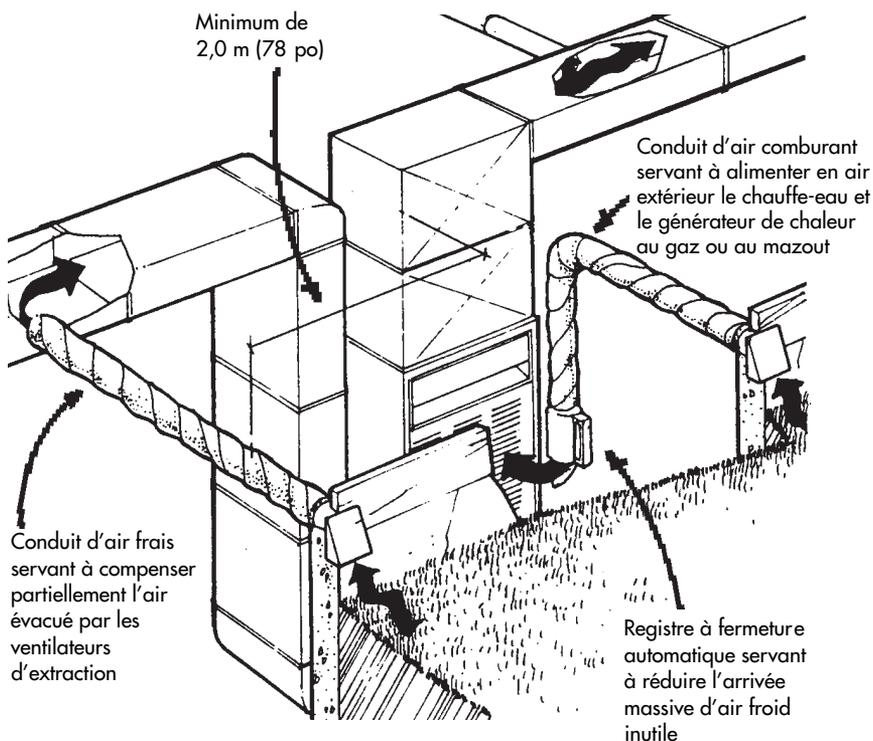

Figure 20. Réduction des différences de pression au moyen de conduits d'air frais et d'air comburant
Comme formule de rechange, on peut installer un conduit d'air de combustion et un conduit d'air neuf (voir la **Figure 20, page 28**) afin d'éviter les inconvénients, l'inconfort ou les risques de vol liés à l'ouverture des fenêtres.
- Installer un conduit isolé qui alimente en air extérieur le générateur de chaleur au mazout ou au gaz, la chaudière ou le chauffe-eau (voir la **Figure 20**). Afin de réduire les frais de chauffage et assurer un meilleur confort, il faut doter le conduit d'air de combustion d'un registre ou d'un diffuseur automatique conforme aux normes, qui ne s'active qu'une fois le générateur de chaleur, la chaudière ou le chauffe-eau mis en marche.
- Si on prévoit équiper la maison d'un système de chauffage à air pulsé, installer un conduit isolé qui relie l'extérieur au conduit de reprise principal (voir la **Figure 20**). Ce conduit d'air extérieur permettra de compenser partiellement l'air évacué par les ventilateurs d'extraction comme la hotte de cuisine, le ventilateur de la salle de bain, la sècheuse ou l'aspirateur central.